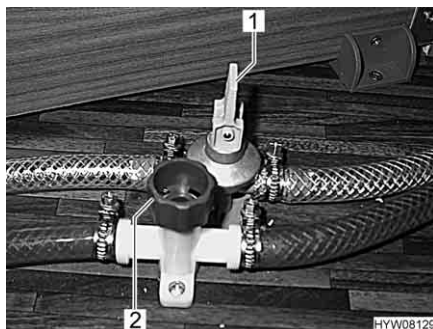

Fig. 131 Rubinetti di scarico
- Chiudere i rubinetti di scarico. Ruotare i coperchi (Fig. 131,2) in senso orario e posizionare la leva a bilanciere (Fig. 131,1) in posizione orizzontale.
- Aprire i rubinetti di scarico (Fig. 131). Posizionare la leva a bilanciere (Fig. 131,1) verticalmente e ruotare il tappo (Fig. 131,2) in senso antiorario. Il boiler viene svuotato verso l'esterno tramite i rubinetti di scarico.